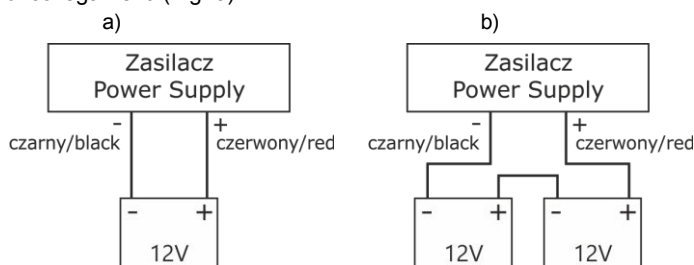

Fig. 5. Collegamento delle batterie a seconda della versione di tensione dell'alimentatore:
4. Installare la batteria o le batterie nell'area prevista all'interno dell'involucro. Collegare le batterie all'alimentatore prestando particolare attenzione alla corretta polarità e al tipo di collegamenti (Fig. 5):